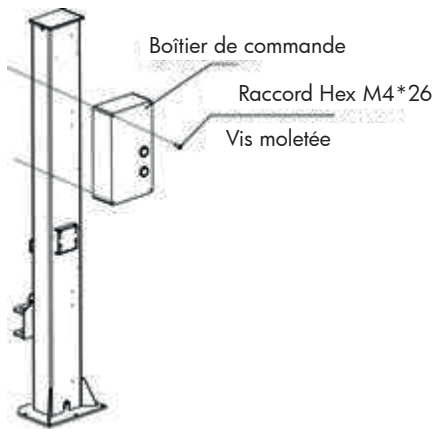

Fig. 10
9. Branchez les câbles (**fig. 10**).